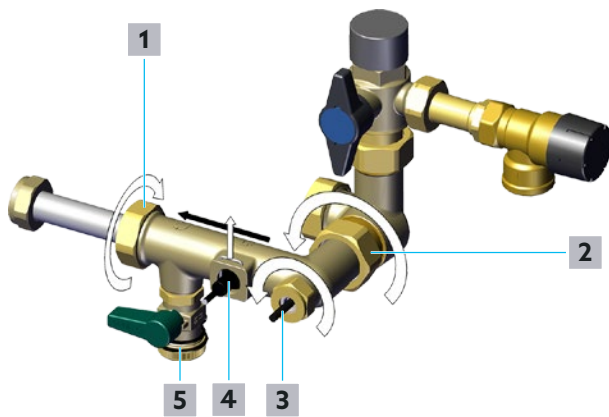

Abb. 32: Messturbine reinigen
- 7** Lösen Sie die Klammer des Volumenströmsensors (Position **4** in Abb. 32 auf Seite 50) und legen Sie diese beiseite.
- 8** Lösen Sie die Überwurfmutter des Temperatursensors Trinkwasser kalt/Zirkulation S3 (Position **3** in Abb. 32 auf Seite 50).
- 9** Ziehen Sie den Volumenströmsensor Trinkwasserkreis (Position **4** in Abb. 32 auf Seite 50) und den Temperatursensor Trinkwasser kalt/Zirkulation S3 (Position **3** in Abb. 32 auf Seite 50) vorsichtig aus der Armatur.
- 11** Lösen Sie die Überwurfmutter Trinkwasser-Vorlauf (Position **2** in Abb. 32 auf Seite 50) mit einem Maulschlüssel SW 38.
- 12** Lösen Sie die Überwurfmutter Wärmeübertragerseite (Position **1** in Abb. 32 auf Seite 50) mit einem Maulschlüssel SW 37.
Durchflussrichtung durch die Armatur (Aus Richtung der Position **1** in Richtung der Position **2** in Abb. 32 auf Seite 50). Hierzu eignet sich insbesondere ein Wasserschlauch mit entsprechender Spritzdüse.
- 4 Bauen Sie den Volumenströmsensor Trinkwasserkreis (Position 4 in Abb. 32 auf Seite 50) und den Temperatursensor Trinkwasser kalt/ Zirkulation S3 (Position 3 in Abb. 32 auf Seite 50) ein.